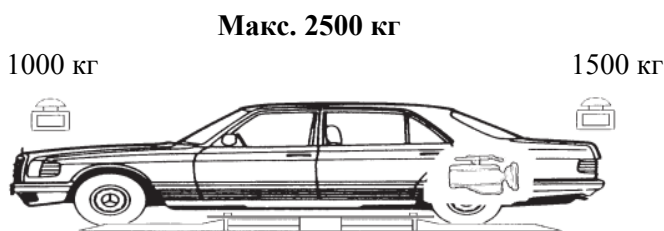

Рис. 7
- размещайте автомобили с передним двигателем, как можно дальше назад (Рис. 7);
- размещайте автомобили с задним двигателем, как можно дальше вперед (Рис. 7).
После установки транспортного средства, как показано на рис. 7, установите лапы под автомобиль.